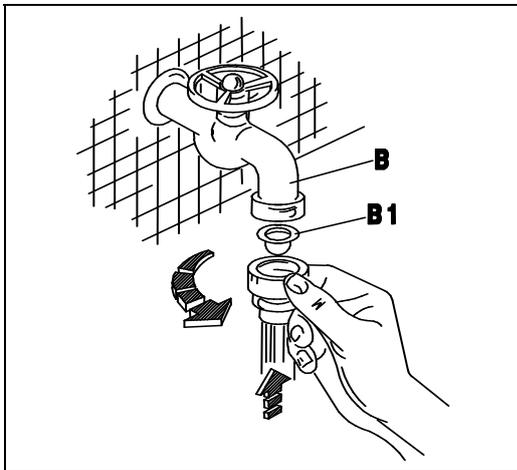
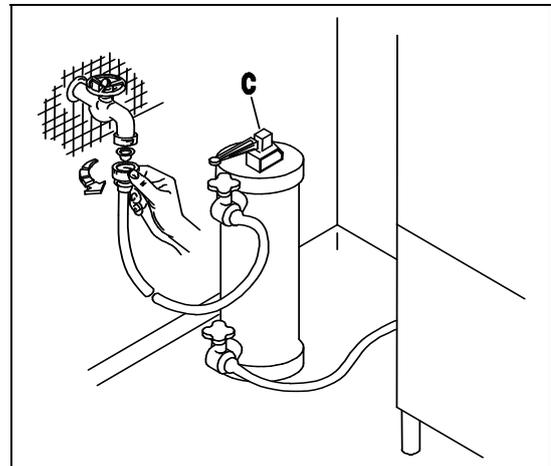
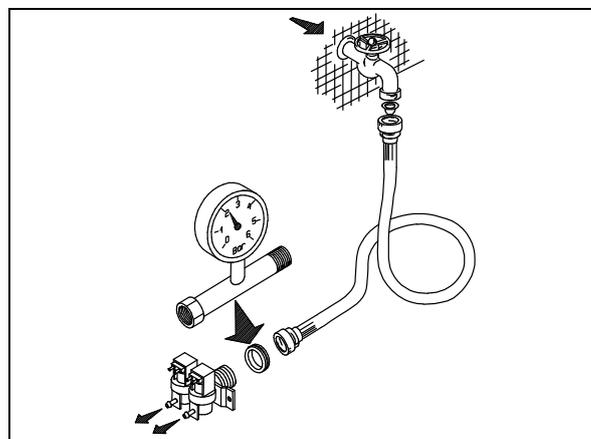
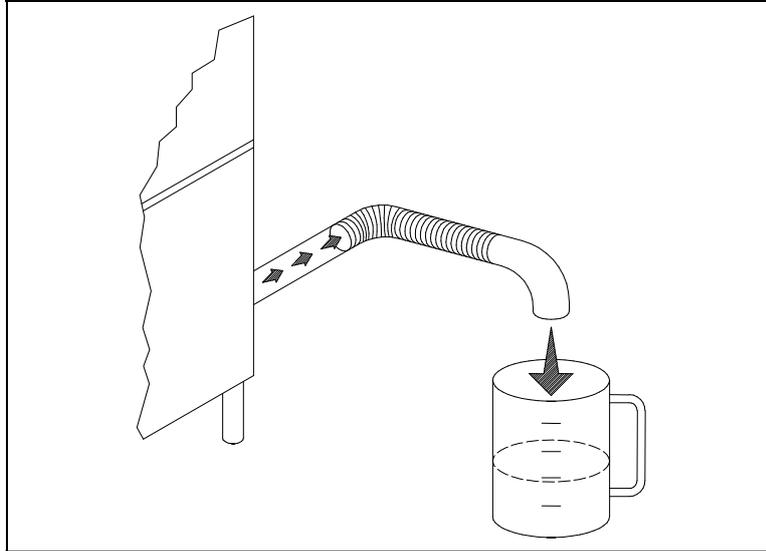

Bild. 2-2
Bild. 2-3
Bild. 2-4
Bild. 2-5
- Das Gerät ist für den Anschluss an Warm oder Kaltwasser (max. 50-55°C) vorgesehen, wobei der Druck bei offenem Ventil (Fließdruck) dem in Tab. 2-1 angegebenen entsprechen sollte. Bei höherem Druck als dem empfohlenen ist ein Druckminderer zu installieren. Bei zu niedrigerem Druck ist eine Druckerhöhungspumpe mit max. 0,5 HP, mit einer Förderleistung von 20l/min und einer Förderhöhe von 15-20m. zu installieren. Die Druckkontrolle muss am Eingang des Elektroventils erfolgen (siehe Bild 2-4). Die Wasserleitung muss einen Innendurchmesser von mindestens 16/18 mm aufweisen (siehe Bild 2-5). Den Zulaufschlauch des Gerätes an einen möglichst nahegelegenen Wasserhahn (B) anschliessen und den vorgesehenen Filter (B1) anbringen (siehe Bild 2-2). Der Einbau eines Wasserenthärter oder -Entsalzers (C) wird empfohlen; dieser gehört nicht zur Ausstattung und muss vor dem Elektroventil der Maschine eingebaut werden. (siehe Bild 2-3).